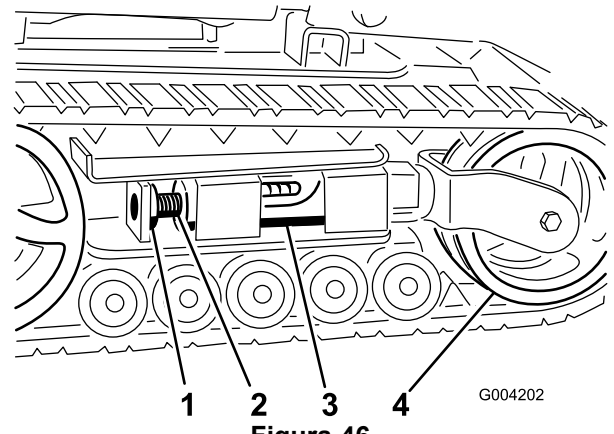
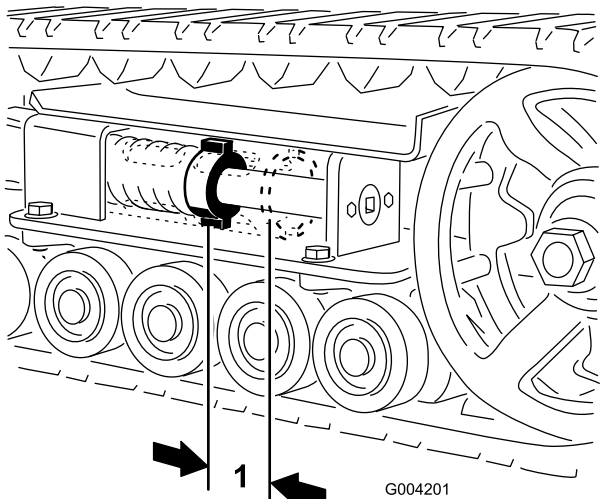
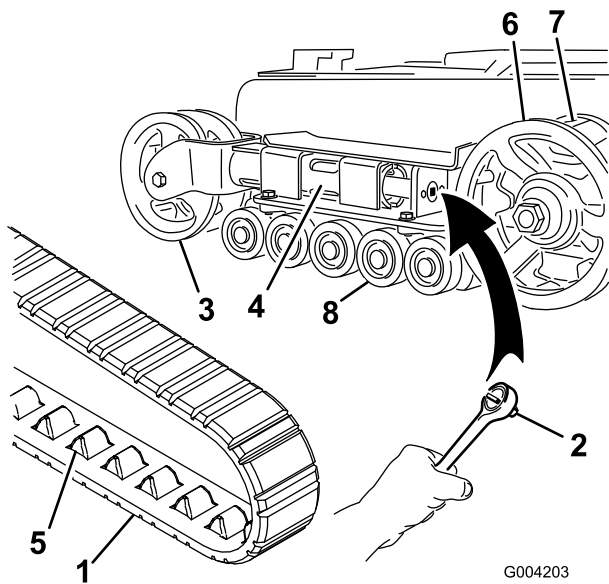
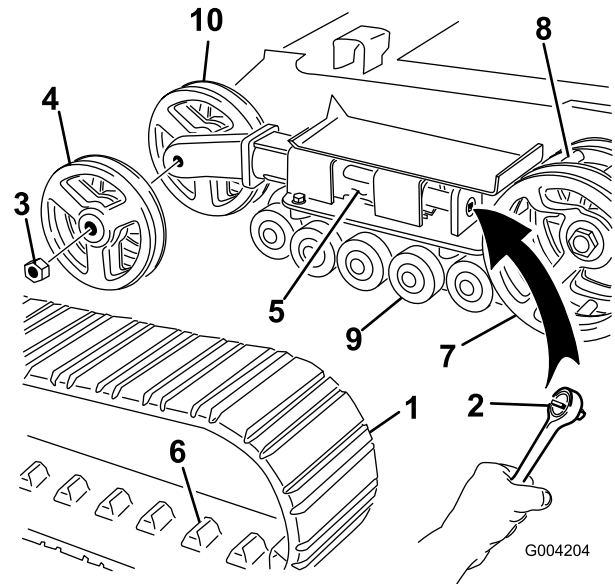

Figura 46
Figura 45
Figura 47
Figura 48
Debe haber una holgura de 7 cm entre la tuerca tensora y la parte de atrás del tubo tensor (Figura 45). Si no es así, ajuste la tensión de las orugas usando el procedimiento siguiente:
3. Retire el perno de bloqueo y la tuerca (Figura 46).
4. Usando una llave de 1/2 pulgada (Figura 47), gire el tornillo tensor en el sentido contrario a las agujas del reloj hasta que la distancia entre la tuerca tensora y la parte de atrás del tubo tensor (Figura 45) sea de 7 cm.
5. Alinee la muesca más próxima del tornillo tensor con el taladro del perno de bloqueo, y fije el tornillo con el perno de bloqueo y la tuerca (Figura 46).
4. Usando una llave de 1/2 pulgada, alivie la tensión en la oruga girando el tornillo tensor en el sentido de las agujas del reloj (Figura 46 y Figura 47).
4. Usando una llave de 1/2 pulgada, alivie la tensión en la oruga girando el tornillo tensor en el sentido de las agujas del reloj (Figura 46 y Figura 48).
5. Empuje la rueda tensora hacia la parte de atrás de la unidad de tracción para mover el tubo de horquilla contra el bastidor (Figura 47). (Si no toca el bastidor, siga girando el tornillo tensor hasta que lo toque.)
7. Cuando haya retirado la oruga de la rueda tensora, retírela de la rueda motriz y de las ruedas de rodaje (Figura 47).
8. Empezando en la rueda motriz, pase la oruga nueva alrededor de dicha rueda, asegurándose de que los dientes de la oruga encajen entre los dientes de la rueda (Figura 47).
9. Empuje la oruga por debajo de y entre las ruedas de rodaje (Figura 47).
11. Gire el tornillo tensor en el sentido contrario a las agujas del reloj hasta que la distancia entre la tuerca tensora y la parte de atrás del tubo de horquilla (Figura 45) sea de 7 cm.
5. Empuje la rueda tensora hacia la parte de atrás de la unidad de tracción para mover el tubo tensor contra el bastidor (Figura 48). (Si no toca el bastidor, siga girando el tornillo tensor hasta que lo toque.)
6. Retire la tuerca que fija la rueda tensora exterior y retire la rueda (Figura 48).
7. Retire la oruga (Figura 48).
8. Retire la tuerca que fija la rueda tensora interior y retire la rueda (Figura 48).
12. Instale la rueda tensora interior y fíjela con la tuerca que retiró anteriormente (Figura 48).
14. Instale la oruga nueva, asegurándose de que los dientes de la oruga encajen entre los dientes del centro la rueda motriz (Figura 48).
15. Instale la rueda tensora exterior y fíjela con la tuerca que retiró anteriormente (Figura 48).
17. Gire el tornillo tensor en el sentido contrario a las agujas del reloj hasta que la distancia entre la tuerca tensora y la parte de atrás del tubo tensor (Figura 45) sea de 7 cm.